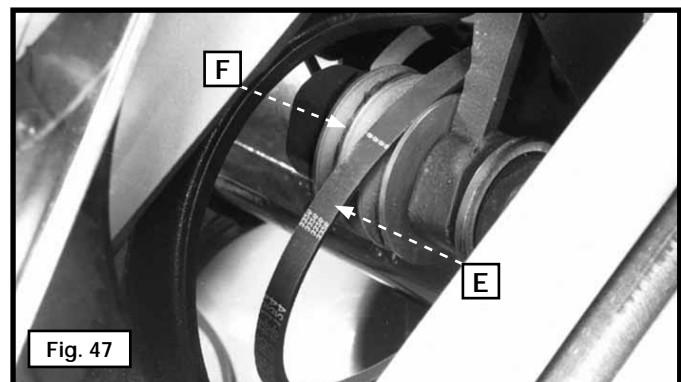

Fig. 47
5. Baje el eje de la sierra hasta su posición anterior. Retire las correas (E) Fig. 47 una por vez de la polea para motor.
6. Retire las correas (F) Fig. 47 una por vez de la polea del eje (F).
9. Corrija la tensión de las correas según se indica con una desviación de 19,05 mm (1/4") en el intervalo central de las poleas, ejerciendo una leve presión con los dedos. Ajuste el perno (D) Fig. 47.